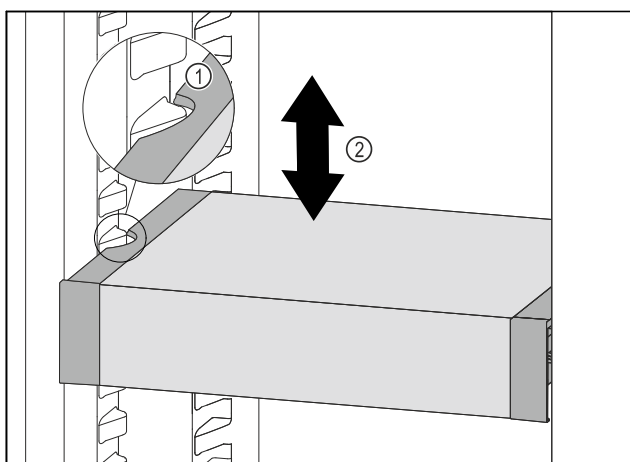

Fig. 100
- Træk VarioSafe fremefter, indtil udsparingerne i siden på VarioSafe er på niveau med beholderribben i kølesektionen. Fig. 100 (1)
- Flyt VarioSafe op eller ned i kølesektionen, indtil den ønskede højde er nået. Fig. 100 (2)